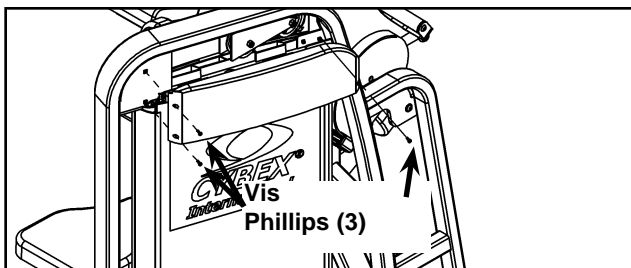

Figure 13
- C. Installez les trois vis Phillips qui fixent le capot supérieur (arrière). Reportez-vous à la figure 13.